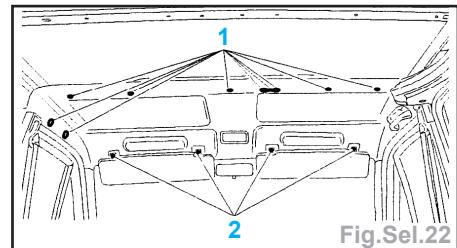

Fig.Sel.22
- Déposer les 4 vis (2) (Fig.Sel.22).